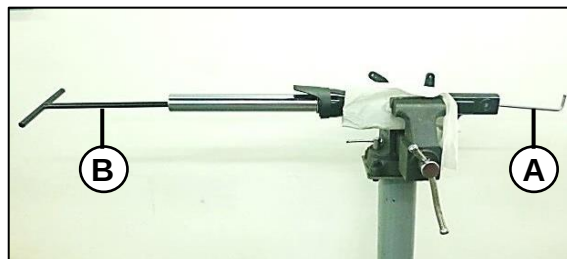

Fig. 09
Luego de retirar el tapón y el resorte interno, desensamble totalmente la barra utilizando una llave brístol de 6 mm (A) en su extremo inferior, y una llave en T con punta piramidal para su extremo contrario (B). Fig. 09